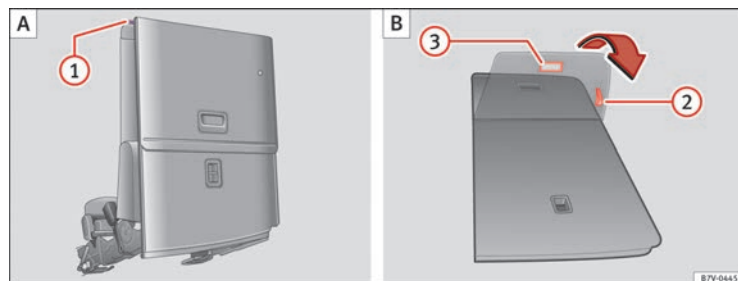

Fig. 91 Terza fila di sedili: ripiegare il sedile posteriore per il carico **A**, quindi riposizionarlo **B**.
- Se necessario, tirare la leva ⇒ fig. 91 ② per spostare il sedile verso la posizione desiderata.
- Rimuovere gli oggetti dal vano piedi situato davanti e dietro il sedile posteriore ⇒ ①.
- Tirare la maniglia ⇒ fig. 91 ① verso l'alto e ripiegare lo schienale in avanti. Il sedile posteriore si piega in avanti ⇒ △ e il cuscino si sposta anch'esso in avanti.
- Tirare la maniglia ⇒ fig. 91 ② per riposizionare il ripiano del sedile.
- Girare la maniglia ⇒ fig. 91 ③. Il sedile completo si piega indietro.